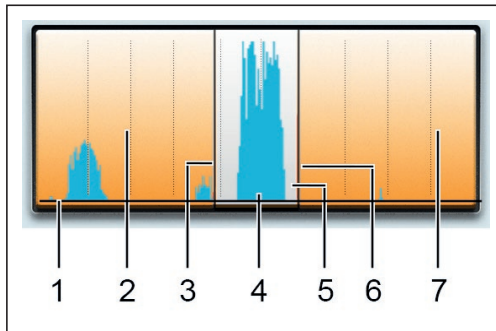

Abb. 21: Frequenzdarstellung
1. Tippen Sie in die Frequenzdarstellung (Abb. 21).